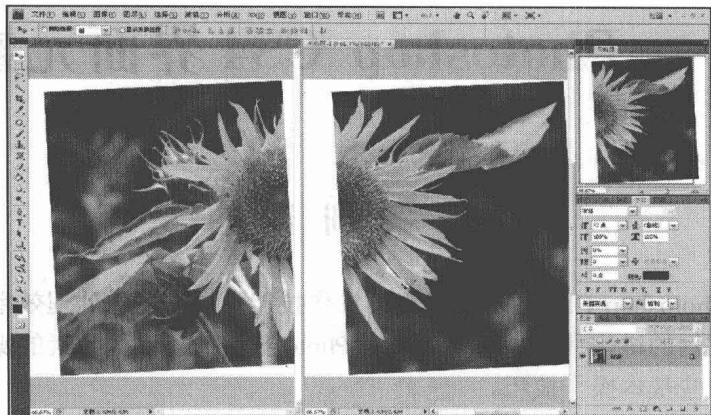

图 2-1 打开图像文件
(1) 打开图像文件。执行“文件”→“打开”命令，在“打开”对话框中选择图像文件所在的文件夹，按住 Ctrl 键（可同时选择多个文件）用鼠标单击选取文件“1.jpg”和“2.jpg”，单击“打开”按钮，即可打开准备处理的两幅图像文件，执行“窗口”→“排列”→“平铺”命令，如图 2-1 所示。